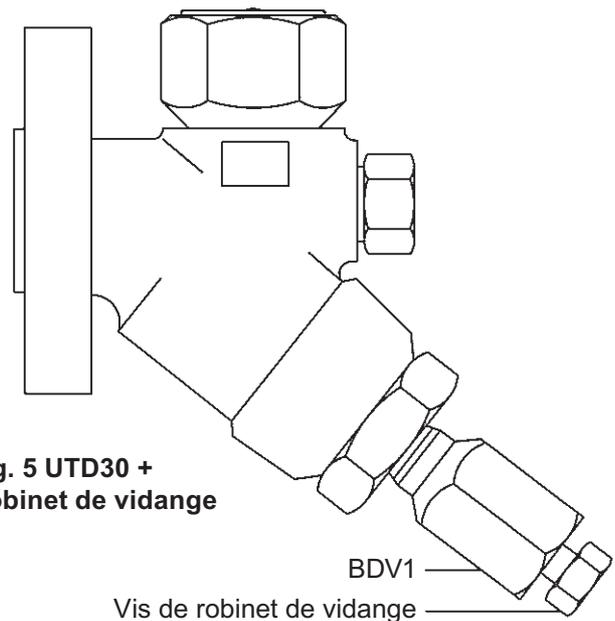

Fig. 5 UTD30 +
**Nota :** la vis du robinet de vidange (voir Fig. 5) doit être serré au couple de serrage 22 - 25 N m. Voir le feuillet technique TI-P153-01 pour de plus amples détails concernant le robinet de vidange.